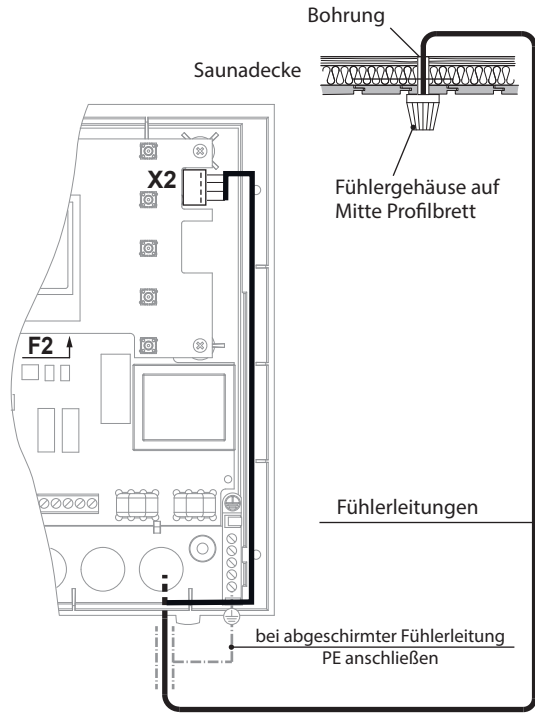

Abb. 11
5. Föhren Sie die Föhlerleitungen zum Steuergerät und föhren sie durch die rechte Kabeleinföhhrung in das Gerät. Verlegen Sie die Föhlerleitungen innerhalb des Steuergerätes wie in Abb. 11 gezeigt. Schließen sie die Föhlerleitungen gemäß Abb. 12 an. Hierzu wird der Stecker **X2** von der Platine abgezogen und nach dem Anschließen wieder eingesteckt.